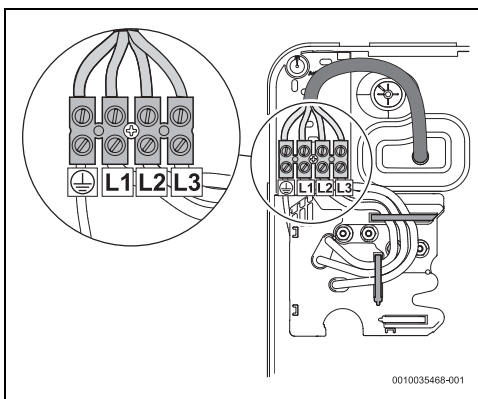

Fig. 101 Raccord supérieur
- Raccordement supérieur (fig. 101)